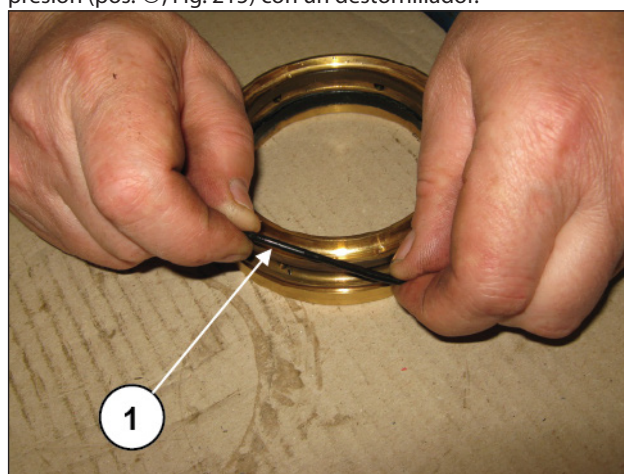
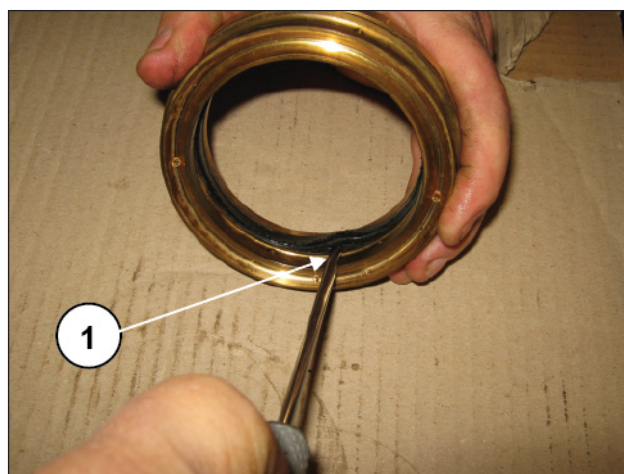

Fig. 214
Fig. 215
Quitar la junta tórica (pos. ①, Fig. 214) y la junta de baja presión (pos. ①, Fig. 215) con un destornillador.